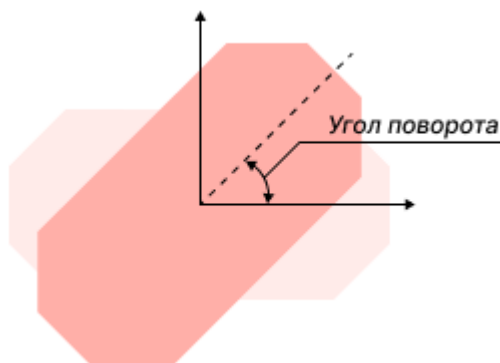

Рис. 141 Поворот апертуры
- Угол поворота – величина угла поворота горизонтальной осевой линии апертуры против часовой стрелки, значение может быть задано в диапазоне 0 – 359° с шагом 1°, см. Рис. 141.